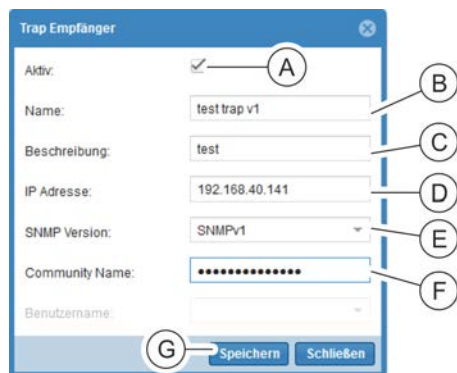

Abb. 235: Fenster "Trap Empfänger"
1. ➤ Im Fenster "Trap Empfänger" die Checkbox „Aktiv“ (Abb. 235/Ⓐ) anklicken, um den Trap-Empfänger zu aktivieren.
2. ➤ Eine Benennung für den Trap-Empfänger eintragen (Abb. 235/Ⓑ).
3. ➤ Bei Bedarf eine Beschreibung eintragen (Abb. 235/Ⓒ).
4. ➤ Eine IP-Adresse eintragen (Abb. 235/Ⓓ).
5. ➤ Im Auswahlfeld eine SNMP-Version ("SNMPv1" oder "SNMPv2") auswählen (Abb. 235/Ⓔ).
6. ➤ Einen Community-Namen eingeben (Abb. 235/Ⓕ).
7. ➤ Nach der Eingabe der Daten das Fenster über die Schaltfläche „Speichern“ (Abb. 235/Ⓖ) verlassen, um die Konfiguration auf der PDU anzulegen.